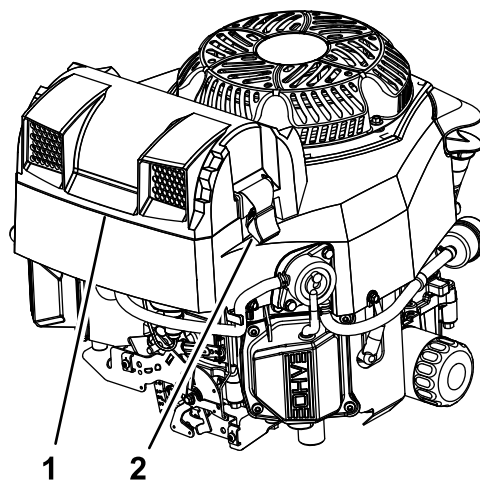

Figure 21
2. Déposez le couvercle pour accéder aux éléments filtrants (Figure 21).
3. Reposez le couvercle et fixez-le avec les verrous (Figure 21).